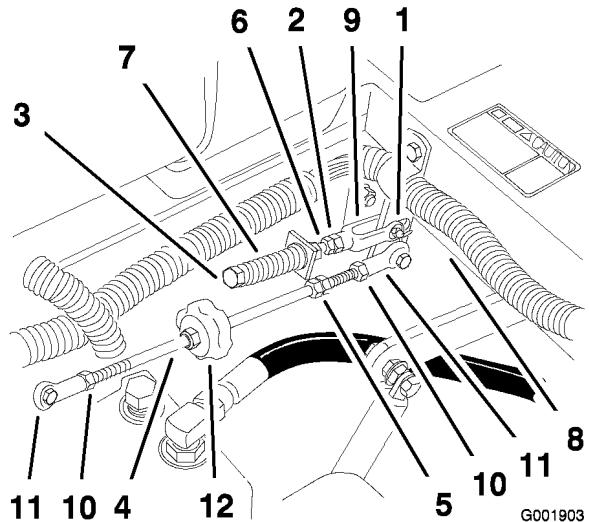

Bild 64
- Sollte eine Einstellung erforderlich sein, lockern Sie die Mutter und die Klemmmutter gegen das Joch (Bild 64).
- Drücken Sie den Fahrantriebshebel leicht nach hinten, drehen Sie den Kopf der Einstellschraube in die entsprechende Richtung, bis der Schalthebel in der Neutralsperrstellung zentriert ist (Bild 64).
- Ziehen Sie die Mutter und die Klemmmutter an (Bild 64).